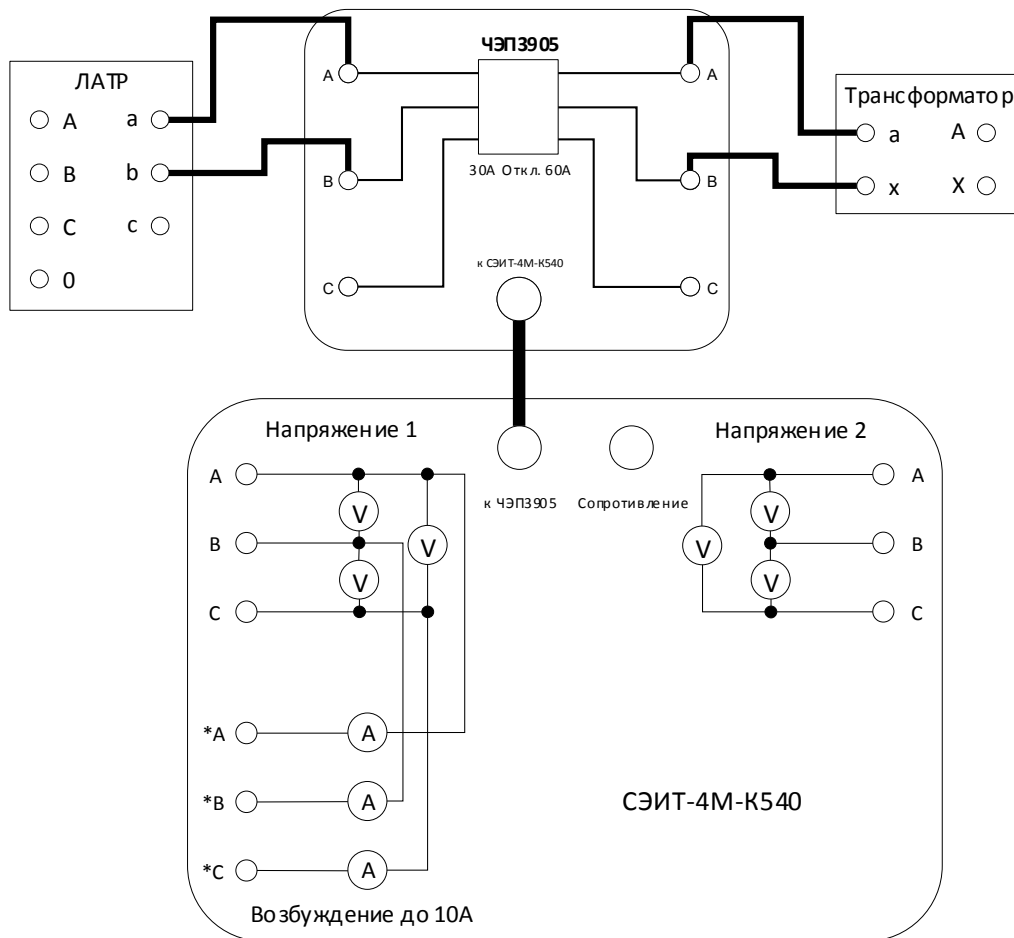

Рис. 13. Схема соединений для опыта холостого хода однофазного трансформатора с использованием БТТ
**5.3.1.4.** При использовании БТТ для испытаний однофазного трансформатора собирается схема на рис. 13.